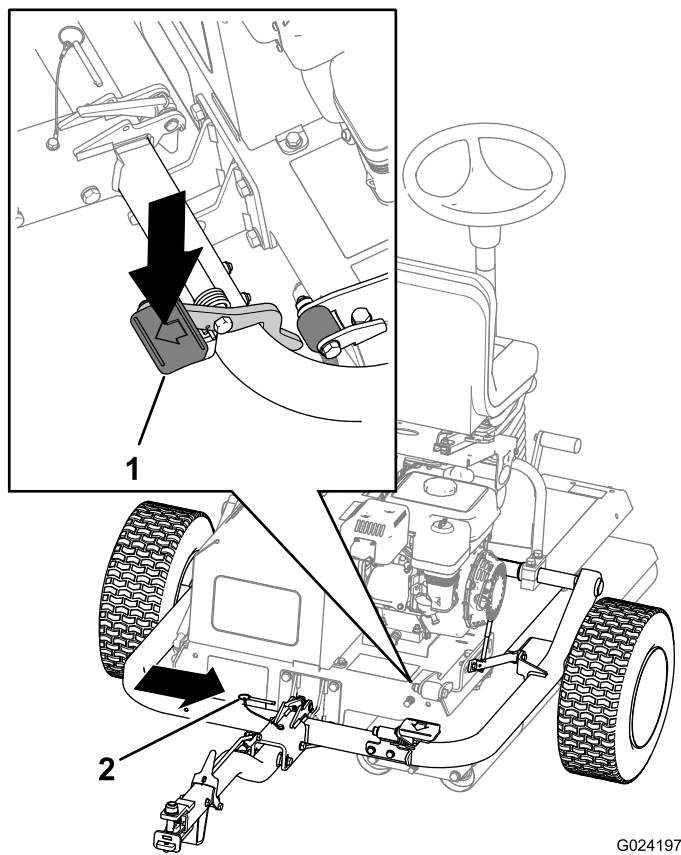

图17
- C. 踩到挂钩踏板上、直到挂钩锁入就位 (图17)。
- D. 插入锁定销（图17）。